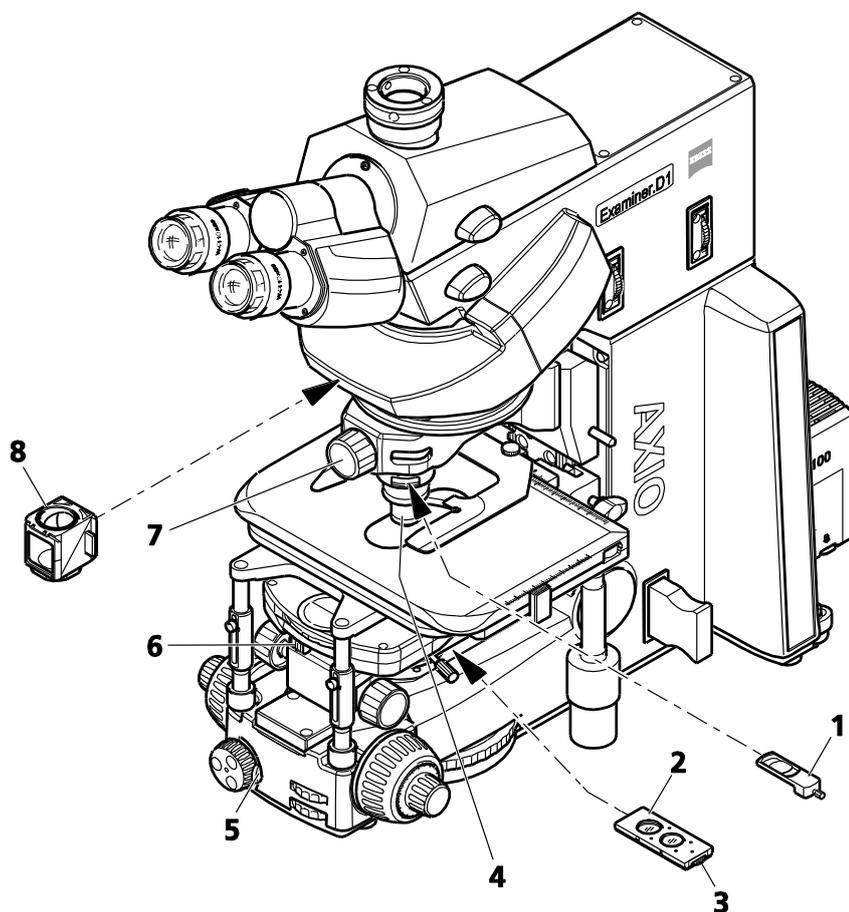

图 4-5 带 DIC 设备的 Axio Examiner.D1
- DIC 滑块 (图 4-5/1) 已正确插入物镜适配器。
- 10x 物镜 (或使用的概览物镜) (图 4-5/4) 位于工作位置。
- 将 SÉNARMONT 偏光镜 (图 4-5/2) 旋入光路中。
- 将 SÉNARMONT 偏光镜上的指轮 (图 4-5/3) 旋转到 45° 锁定位置。
- 旋入滤色镜转盘 (图 4-5/8) 上的分析仪模块。
- 使用拨动旋钮 (图 4-5/7) 将适合 DIC 的物镜置于工作位置。
- 在锁定位置打开 SÉNARMONT 偏光镜 (图 4-5/2) (偏光镜和  $\lambda/4$  试板)。
- 根据科勒照明原理设置视场光阑 (图 4-5/8) 和孔径光阑 (图 4-5/6)。
- 若要调整 SÉNARMONT DIC 的最佳对比度，使用 SÉNARMONT 偏光镜的指轮 (图 4-5/3) 旋转偏光镜。需要始终打开位于上方的  $\lambda/4$  试板，确保可根据 SÉNARMONT 进行对比工作。如果 DIC 滑块位于正确的中心位置，则观察视野在 SÉNARMONT 偏光镜锁定位置 (此位置的光程差为 0 nm) 将变暗。